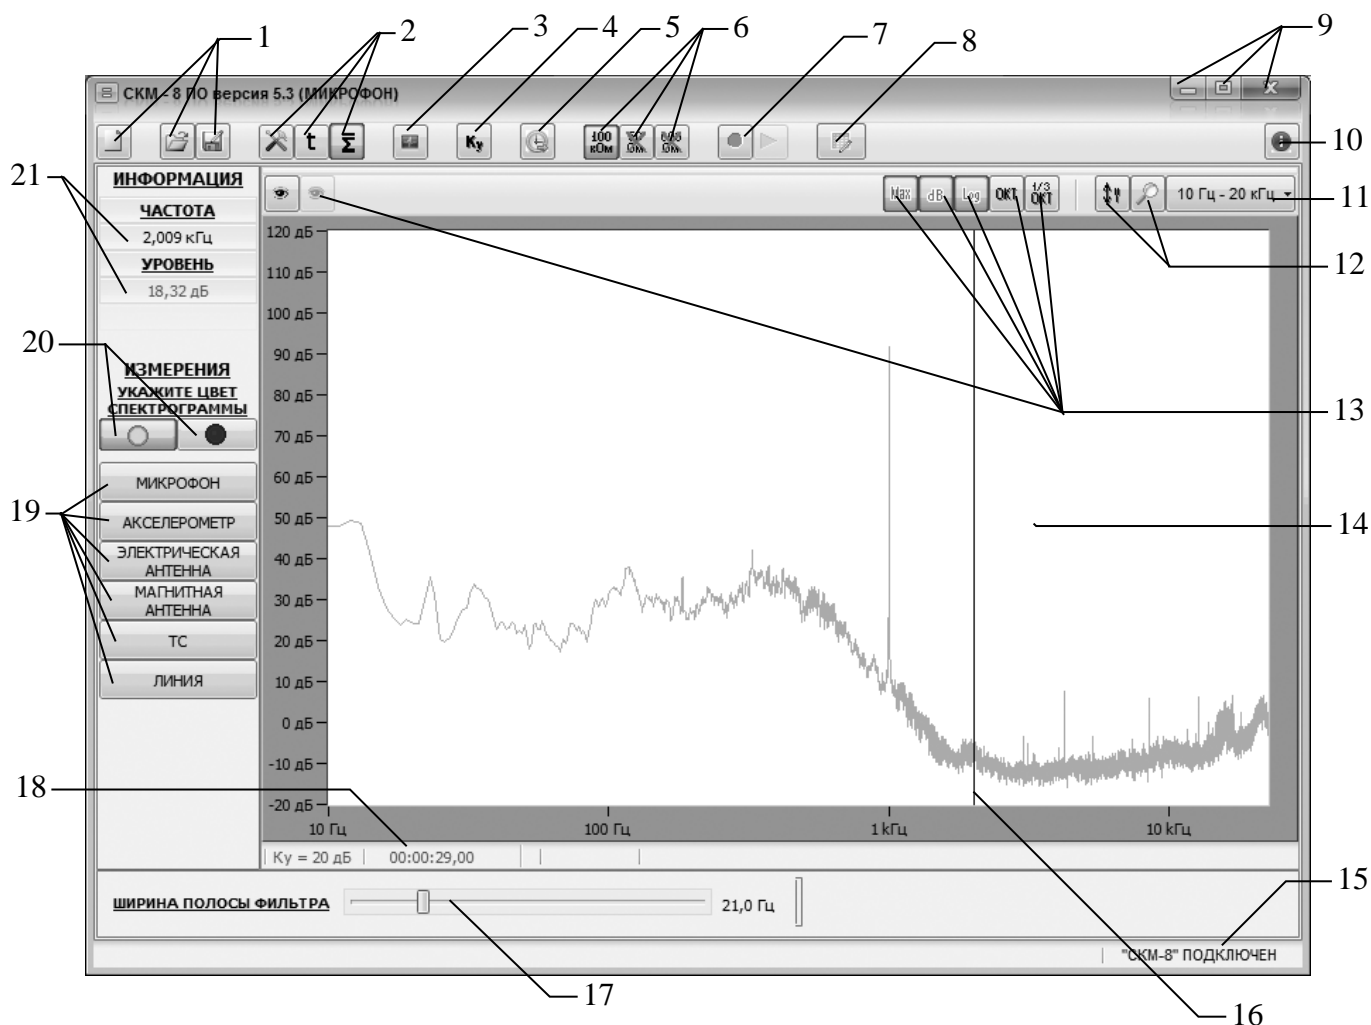
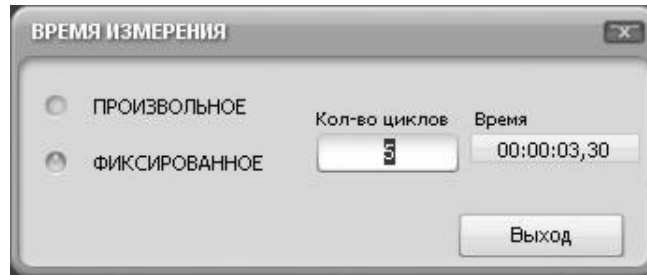
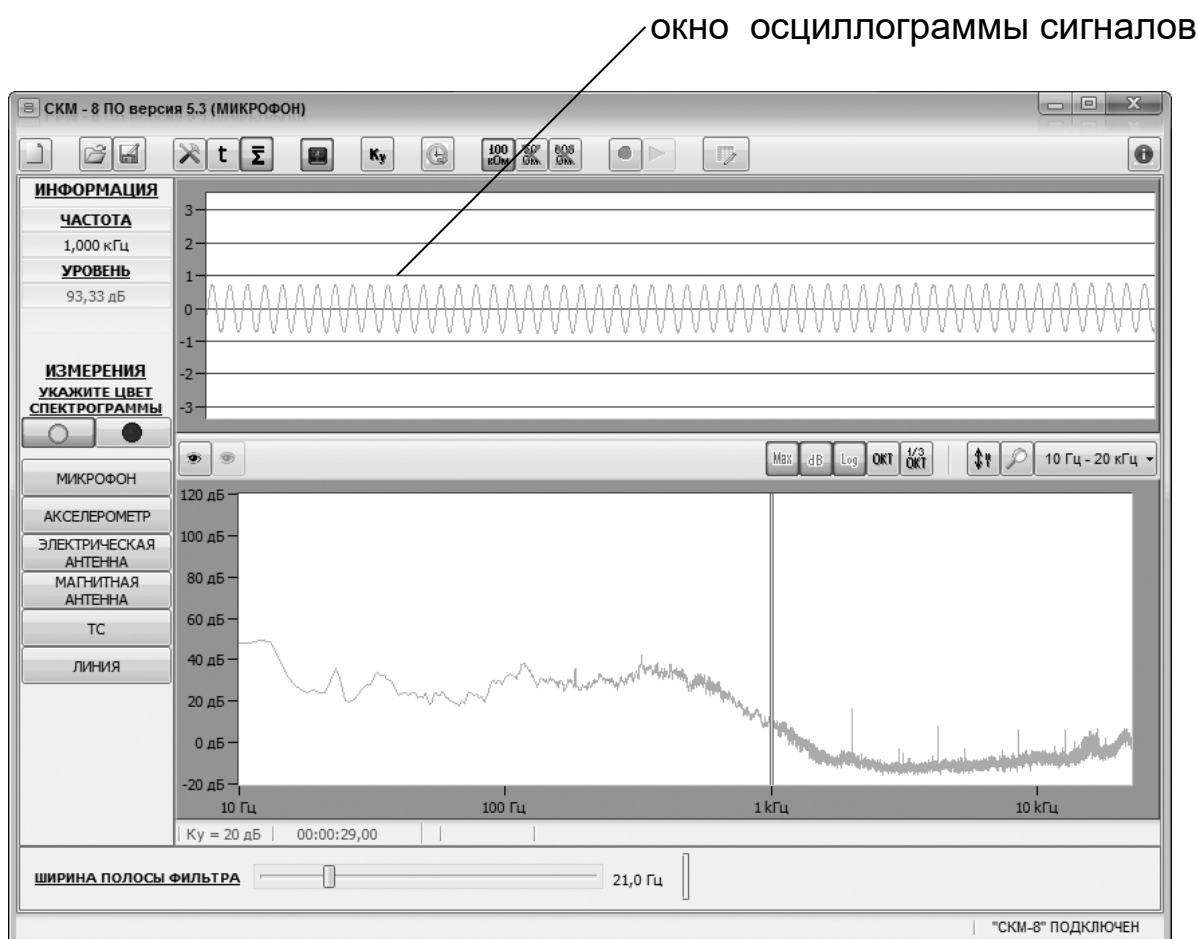

Рисунок 7 – Общий вид главной экранной формы СПО «СКМ-8 ПО»
Рисунок 10 – Вид экранной формы «ВРЕМЯ ИЗМЕРЕНИЯ»
Рисунок 11 – Вид окна временной развертки сигналов
9.3.1 После «запуска» программы и выбора режима работы «Спектральный анализ» на монитор «выводится» экранная форма «СПЕКТРАЛЬНЫЙ АНАЛИЗ СИГНАЛОВ», общий вид которой и назначение органов управления и индикации приведены на рис.7 и в табл.2 соответственно.
9.4.1 Кнопка «Калибровка измерительного канала» является первой в ряду кнопок задания параметров измерений (поз. 2 на рис.7). Она позволяет контролировать калибровочные данные датчиков, подключаемых к анализатору (микрофона, акселерометра, «линейного» канала), а также производить калибровку электрической, магнитной антенны и токосъемника. При нажатии кнопки на монитор выводится экранная форма «НАСТРОЙКИ КОНЦЕНТРАТОРА», содержащая две вкладки. Первая (рис. 8) отображает калибровочные данные, соответствующие наименованиям измерительных каналов анализаторов и установленные для анализатора согласно разд. 8.4 «КАЛИБРОВКА КАНАЛОВ». Значения калибровочных параметров, содержащиеся в этой вкладке, не могут быть изменены средствами программного обеспечения через интерфейс «ПЭВМ-анализатор».
9.5.1 Второй по счету в группе кнопок установки параметров измерений (см. поз.2 на рис. 7) находится кнопка задания времени измерения (кнопка «t»). Она позволяет выбрать один из двух способов задания времени измерения, предусмотренных в СПО «СКМ-8 ПО» (первый способ - «задание времени измерения в ходе измерения», второй – «заблаговременное фиксирование времени измерения»). При нажатии кнопки на монитор выводится экранная форма «ВРЕМЯ ИЗМЕРЕНИЯ», вид которой приведен на рис. 10.
9.5.2 Для выбора первого из этих способов («задание времени измерения в ходе измерения») необходимо установить метку в поле «ПРОИЗВОЛЬНОЕ». При выборе первого способа время измерения будет определяться оператором непосредственно в ходе измерения. Так, при запуске измерения (см. п. 9.9) активируется кнопка «СТОП» в поле «запускающих» кнопок (поз. 19 на рис. 7). Измерение заканчивается в момент нажатия оператором кнопки «СТОП». Время измерения фиксируется в поле отображения продолжительности измерительного цикла (поз. 18 на рис. 7).
ется в поле отображения продолжительности измерительного цикла (поз. 18 на рис. 7).
При выборе времени измерения «ФИКСИРОВАННОЕ» (см. п. 9.5.3 настоящего руководства) усреднение результатов будет вестись непрерывно до окончания выбранного оператором числа измерительных циклов. После остановки время измерения фиксируется в поле отображения продолжительности измерительного цикла (поз. 18 на рис. 7).
9.6.1 СПО «СКМ-8 ПО» имеет специальную кнопку («») вызова окна временной развертки сигналов (поз. 3 на рис.7). Она предназначена для активизации в верхней части главной экранной формы окна осциллограммы сигналов, вид которого представлен на рис. 11.
9.7.1 Выход в экранную форму выбора коэффициента усиления производится нажатием кнопки « $K_y$ » главной экранной формы (поз. 4 на рис. 7). Данная экранная форма позволяет установить способ выбора и значения коэффициентов усиления измерительных каналов анализатора СКМ-8. Вид данной экранной формы приведен на рис. 12.
дБ» ... «80 дБ» блокируются (рис. 12). Между запуском процесса измерения и его фактическим началом в ходе паузы в несколько секунд выполняется процедура автоматического подбора коэффициента усиления. Значение коэффициента усиления, полученное в результате автоматического подбора, отображается в специальном поле (рис. 7, поз. 18).
9.7.4 Для исключения некорректных измерений рекомендуется использовать кнопки «ТЕСТ», которые позволяют визуальную оценку характера анализируемых сигналов по их осциллограмме, выводимой в окне временной развертки сигналов (рис. 11). Задавая значения коэффициентов усиления оператор должен добиться, чтобы отображаемый сигнал с одной стороны имел максимально большую амплитуду, а с другой стороны не превосходил диапазон  $-3 В \dots 3 В$  и не имел промежутков амплитудного ограничения или каких-либо искажений.
При выборе коэффициента усиления также следует следить за светодиодом «перегрузка» на корпусе анализатора или за предупреждающей о перегрузке надписью в нижней части экрана отображения спектрограмм (поз. 14 на рис.7).
9.8.1 Для управления отображением спектрограмм предусмотрено несколько групп кнопок (полей) на экранной форме, приведенной на рис. 7: